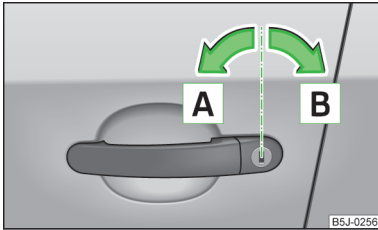

Abb. 31
- Den Schlüssel im Schließzylinder der Fahrertür in die Fahrtrichtung (Entriegelungsstellung) **A** drehen » Abb. 31.
- Den Schlüssel im Schließzylinder der Fahrertür entgegen der Fahrtrichtung (Verriegelungsstellung) **B** drehen » Abb. 31 auf Seite 48.